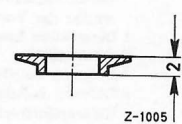

Bild 01-1/8
**Anm.:** Zur Vermeidung von Start- und Fahrageln wurde die Dichtung (4) zwischen Düsenhalter und Vorkammer (siehe Bild 01-1/9) geändert. Die neue Dichtung Teil-Nr. 636 017 01 20 (Bild 01-1/8) mit einer Gesamthöhe von 2 mm ist um 2 mm niedriger als die 1. Ausführung nach Teil-Nr. 312 017 04 20 (Bild 01-1/7) und wird heute in die Motoren OM 621 und OM 636 aller Baumuster serienmäßig eingebaut.